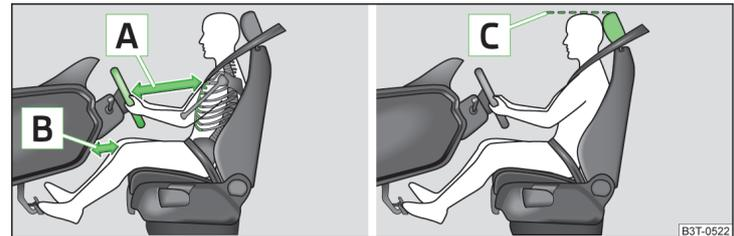

Abb. 1 Richtige Sitzposition des Fahrers / Richtig eingestellte Kopfstütze
- ✓ Bei Fahrzeugen mit Fahrer-Knieairbag den Fahrersitz in Längsrichtung so einstellen, dass der Abstand [B] » Abb. 1 der Beine zur Schalttafel im Bereich des Knieairbags mindestens 10 cm beträgt.
- ✓ Das Lenkrad so einstellen, dass der Abstand [A] zwischen Lenkrad und Brustbein mindestens 25 cm beträgt » Abb. 1. Lenkrad einstellen » Seite 8, Lenkradposition einstellen.
- ✓ Die Kopfstütze so einstellen, dass die Oberkante der Kopfstütze sich möglichst auf einer Höhe mit dem oberen Teil Ihres Kopfes befindet **[C]** » Abb. 1.
- ✓ Die Kopfstütze so einstellen, dass die Oberkante der Kopfstütze sich möglichst auf einer Höhe mit dem oberen Teil Ihres Kopfes befindet **[C]** » Abb. 1 auf Seite 7.
- ✓ Die Kopfstütze so einstellen, dass die Oberkante der Kopfstütze sich möglichst auf einer Höhe mit dem oberen Teil des Kopfes befindet  » Abb. 1 auf Seite 7.